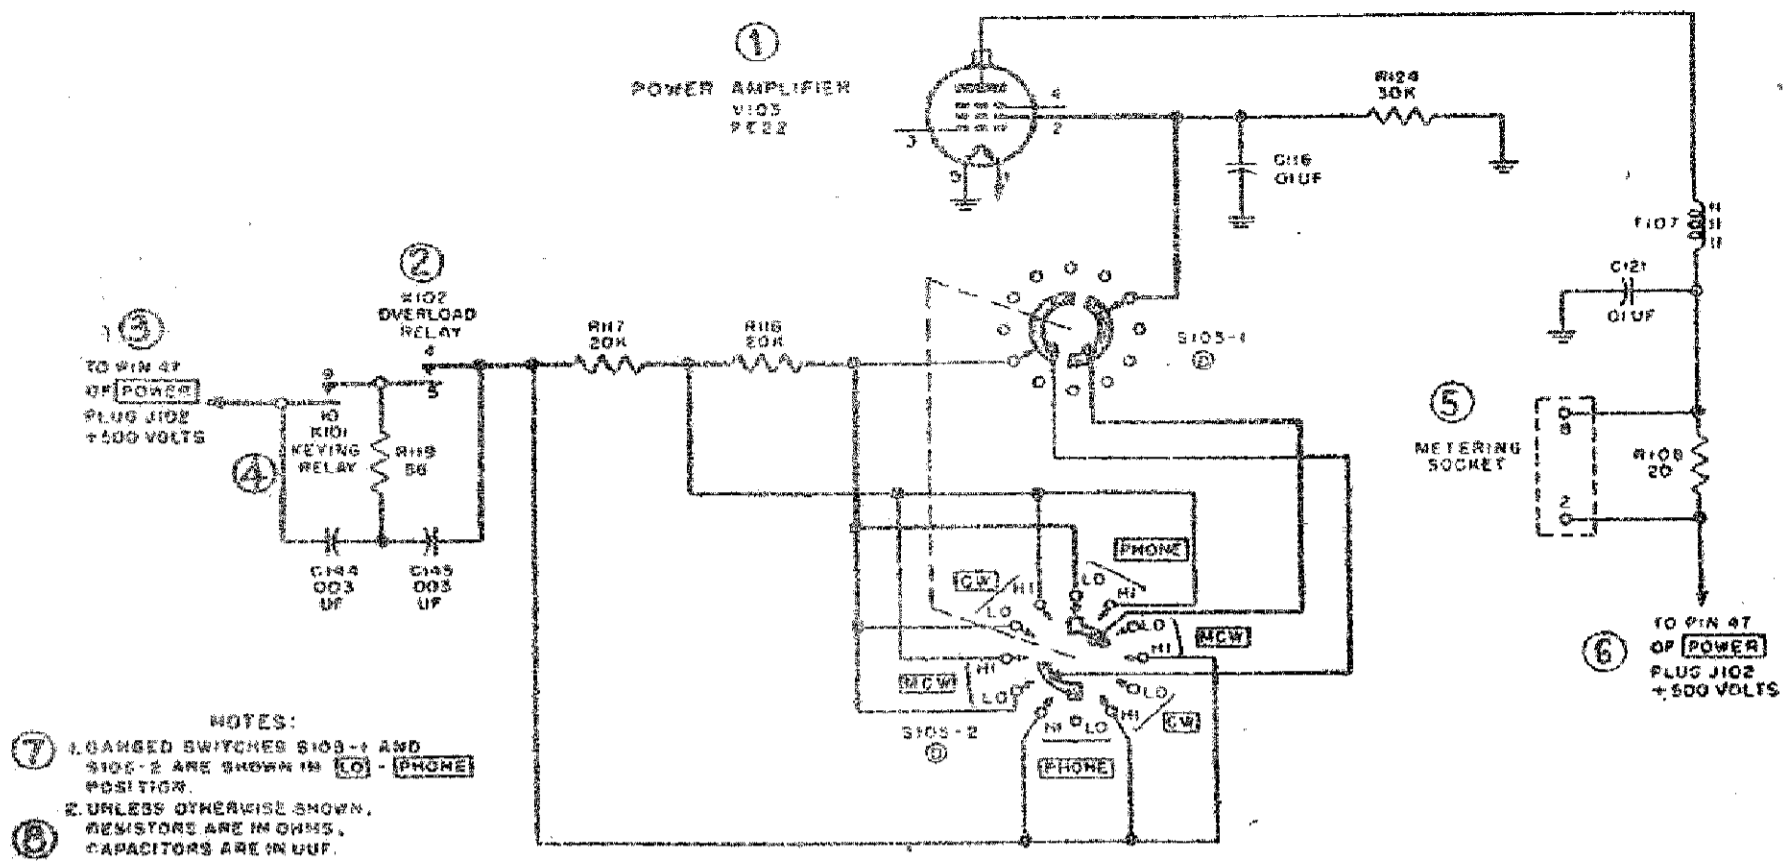

FIG. 27 - Circuiti di griglia schermo dell'A.P. disposti per il funzionamento a bassa potenza.
d. CIRCUITI DI GRIGLIA SCHERMO «HI» E «LO» POWER (fig.27):